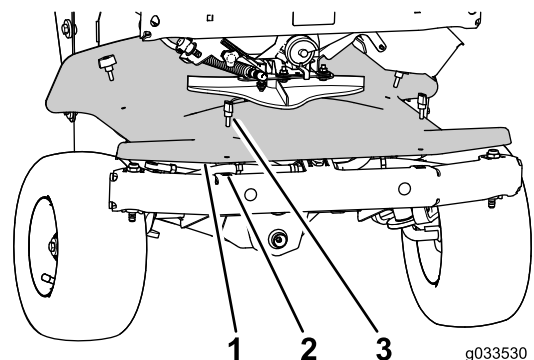

Figura 88
- A. Retire los cuatro tornillos de apriete manual que sujetan la tapa delantera (debajo del impulsor) al chasis, y retire la tapa (Figura 88).